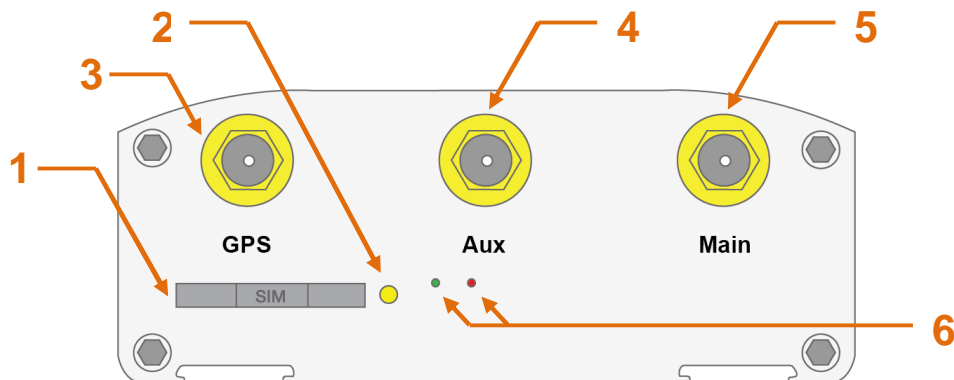
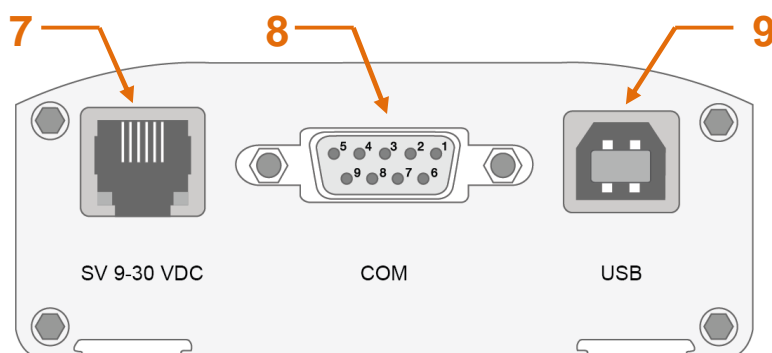

Рис. 2.1. Вид со стороны SIM-карты
Рис. 2.2. Вид со стороны разъема питания
Модем TL21 представляет собой компактное устройство в алюминиевом корпусе. Внешний вид представлен на рис. 2.1 и рис. 2.2.
- достать SIM-лоток, нажав кнопку выталкивателя SIM-лотка (рис. 2.1);